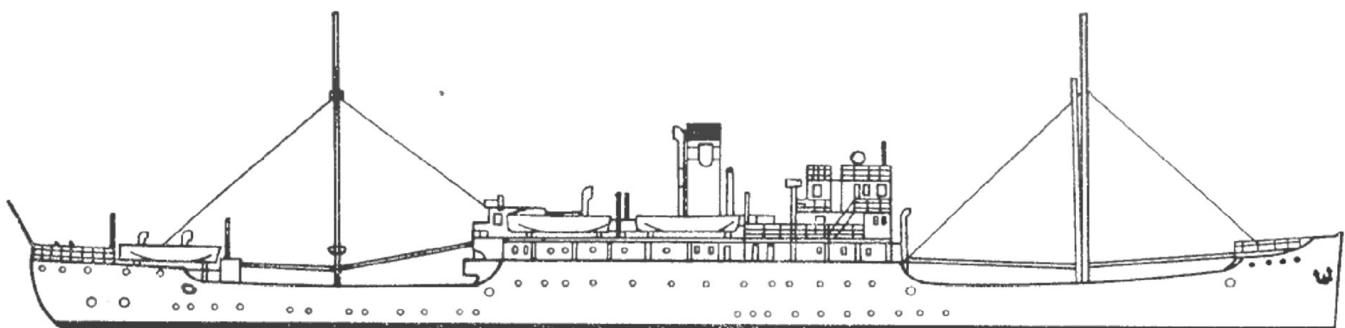

Рис. 6.11. Судно «Морска воля»
**«Морска воля».** Сухогрузное судно, построенное в 1924 г. на верфи «Фридрих Крупп АГ» в Киле. Длина его составляла 96,5 м; ширина — 14,5 м; осадка — 6,5 м. Теплоход имел один винт, две палубы; его скорость достигала 9 уз. В 1952 г. переоборудован в рыболовную базу (рис. 6.11).